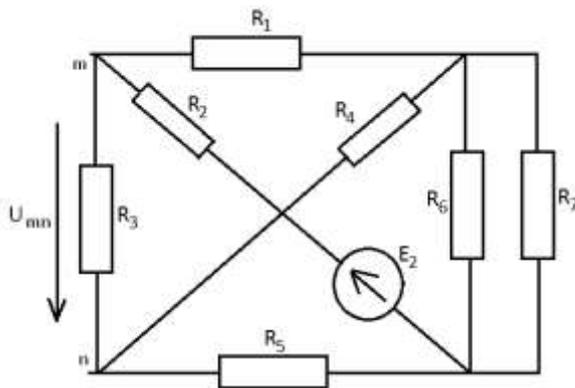

Рис.172
1.5.1. Удаляем из схемы ветвь с искомым током (см. рис.172)